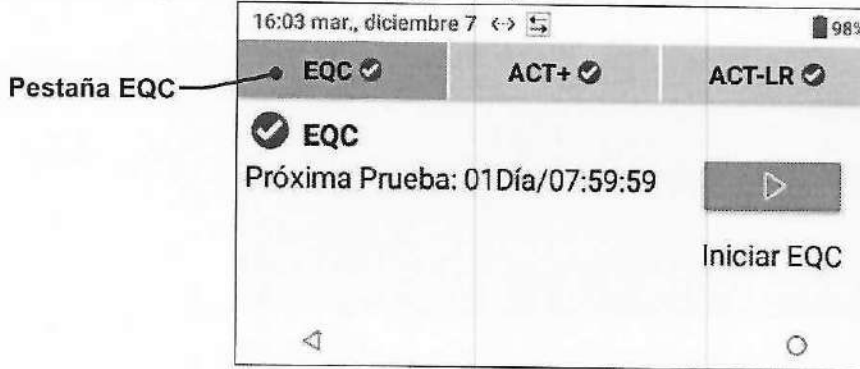

Figura 58: Seleccionar la pestaña de EQC
- 2 Seleccione la pestaña de EQC (Figura 58).